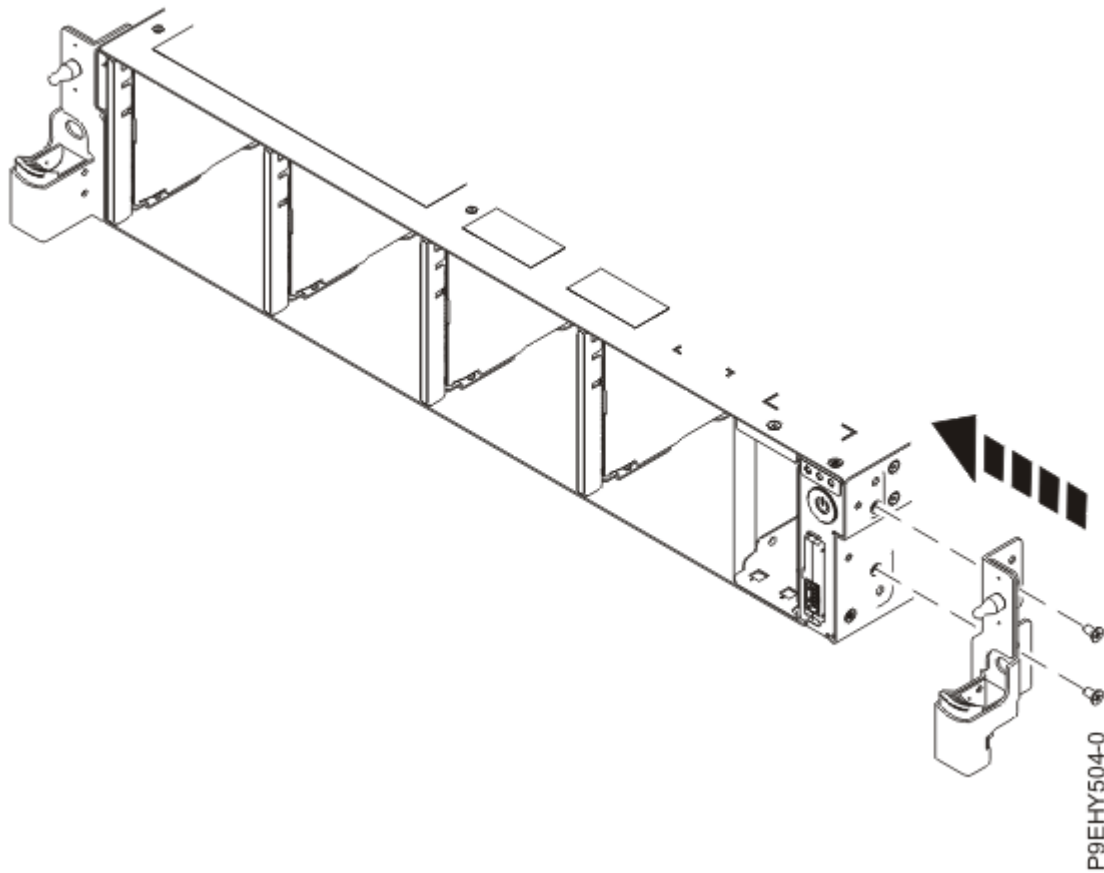

Figure 177. Remise en place du support d'installation en armoire
7. Remettez en place le support d'installation en armoire sur le côté du système (voir Figure 177, à la page 196).